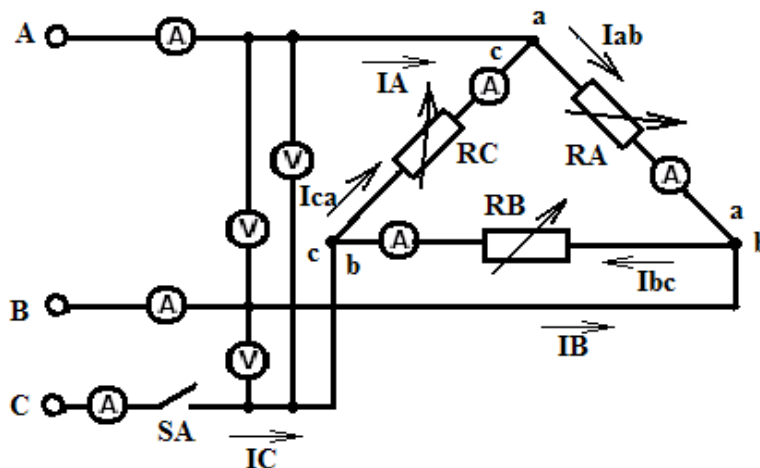

Рисунок 7
6. Подобрать необходимые приборы. Собрать цепь (рисунок 7) и показать ее преподавателю для проверки.